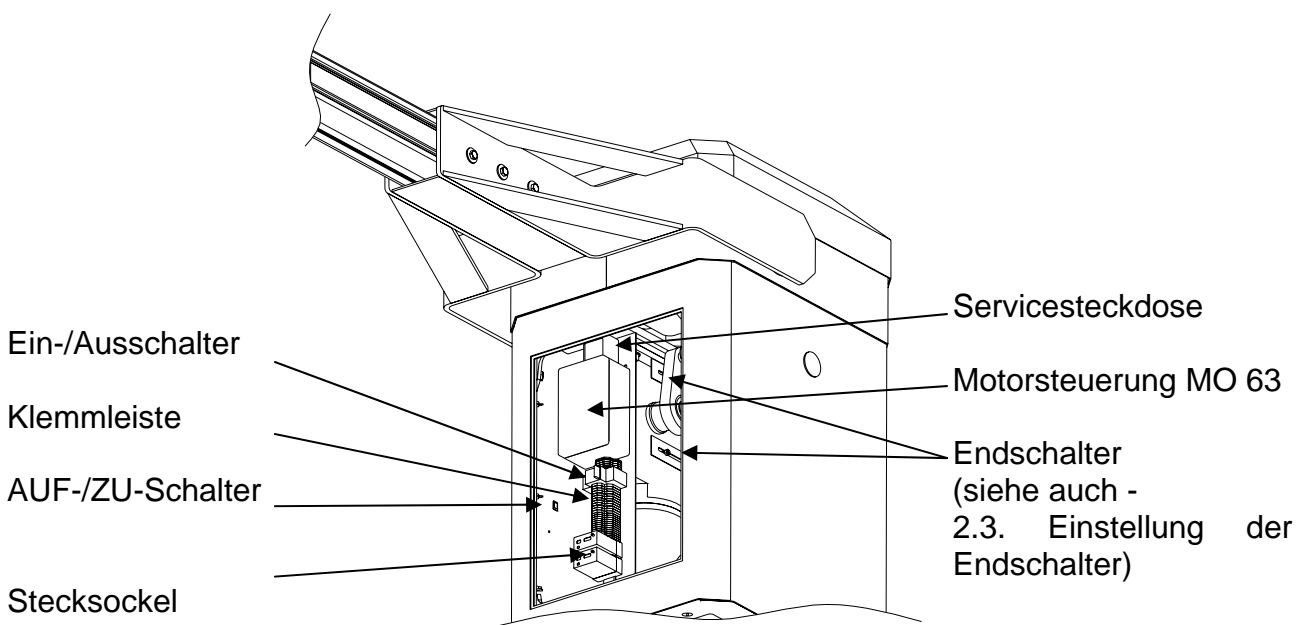

Bild 2
- h. Erstellen Sie den Elektrischen Anschluss und fahren Sie die Schranke über den Bedientaster (Bedientaster – siehe Bild 2) in die Position „ZU“.